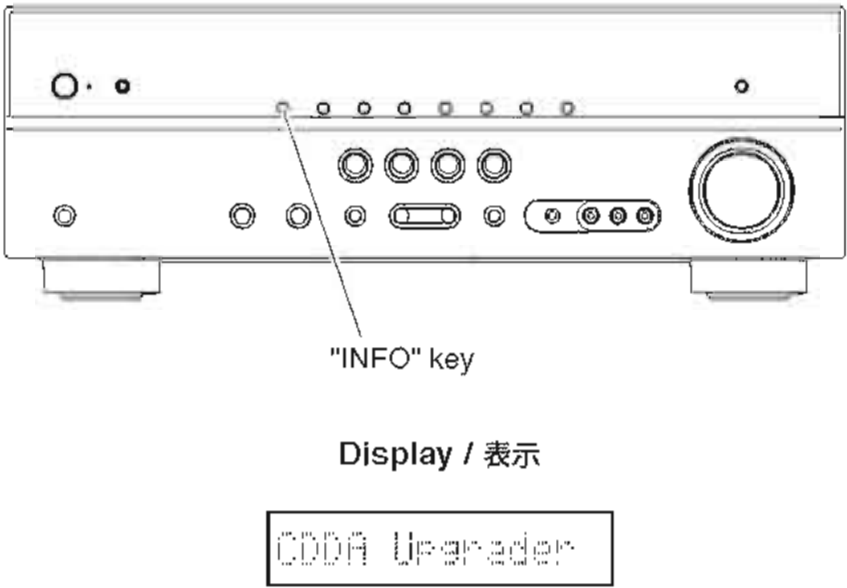

Fig. 2
- 1. While pressing the “INFO” key of this unit, connect the power cable of this unit to the AC outlet. (Fig. 2)
The FIRMWARE UPDATE mode is activated and “CDDA Upgrader” is displayed. (Fig. 2)
- 1. 本機の “INFO” キーを押しながら、本機の電源コードを AC コンセントに接続します。(Fig. 2)
ファームウェアアップデートモードが起動し、“CDDA Upgrader” が表示されます。(Fig. 2)